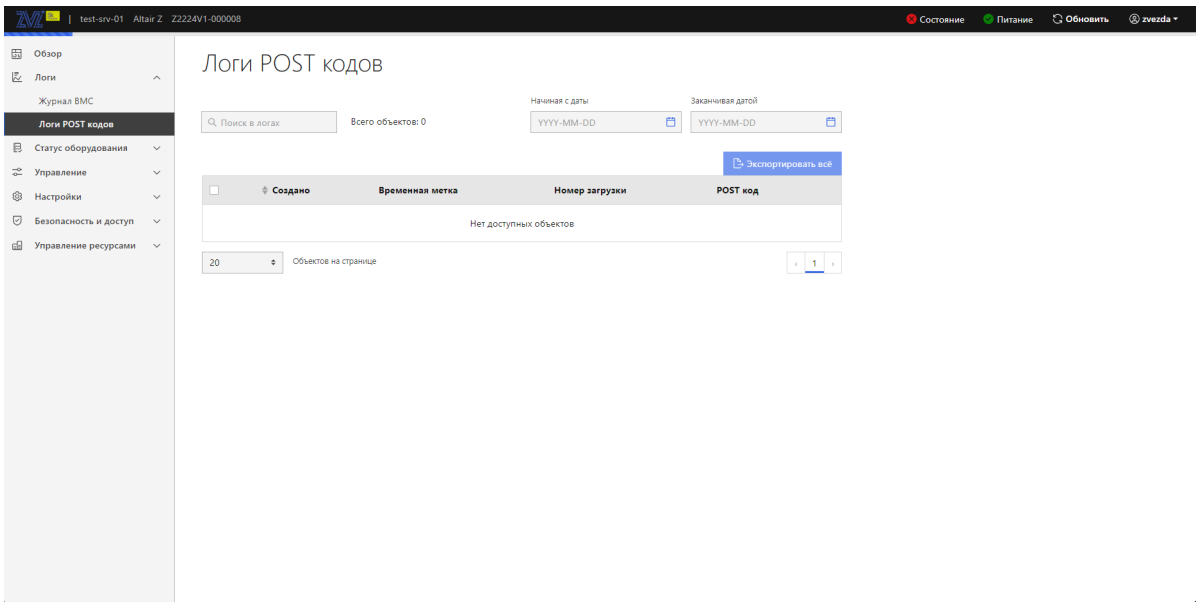

Рис. 88. Окно «Логи POST кодов»
- 3) Пройдите во вкладку «Логи» → «Логи POST кодов» в данной вкладке отображены все логи POST кодов. В поле «Поиск в логах» производится поиск логов POST кодов. В поле «Начиная с даты» произведите фильтрацию по дате начала логов, в поле «Заканчивая датой» произведите фильтрацию по дате окончания логов. «Экспортировать всё» позволяет экспортировать все логи POST кодов. Окно показано на рис. 88 Окно «Логи POST кодов»